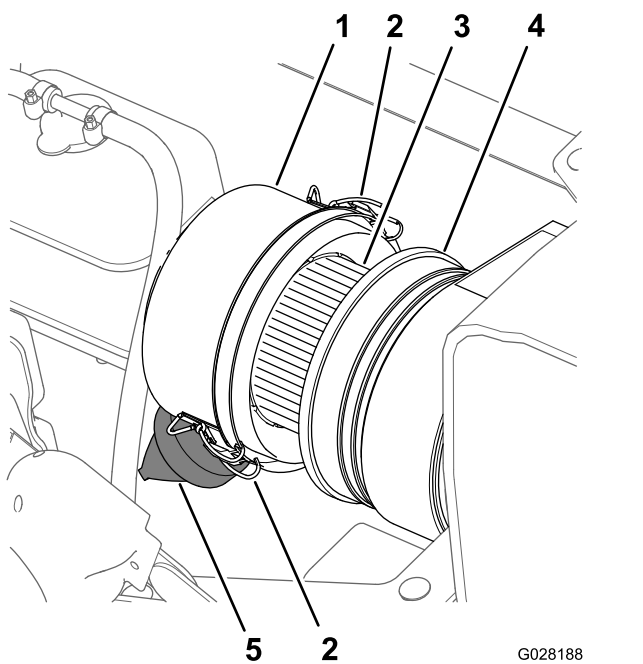
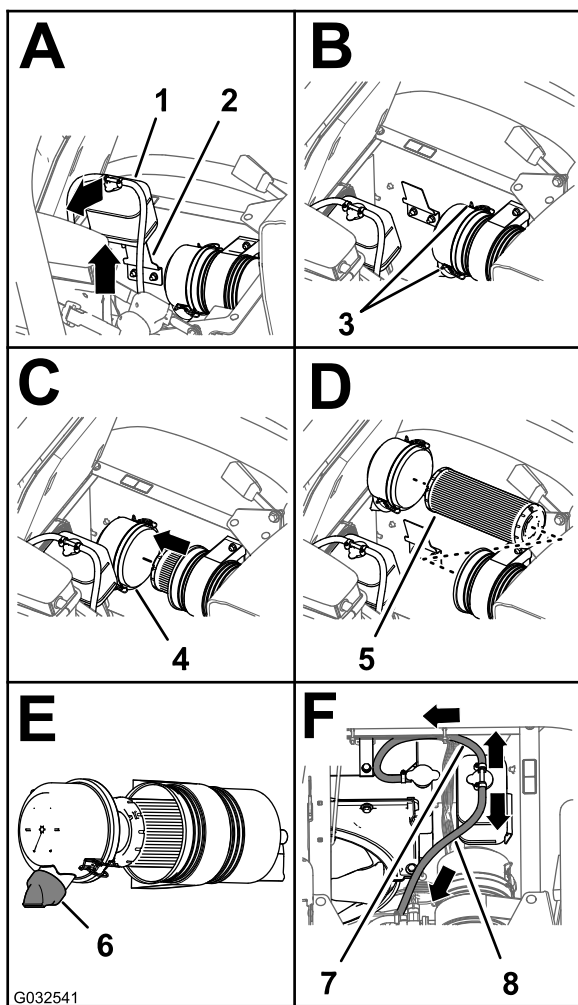

Figure 66
Figure 67
3. Nettoyez le capuchon antipoussière et le boîtier du filtre à air (Figure 66).
4. Recherchez sur le boîtier du filtre à air des dommages susceptibles d'occasionner des fuites d'air (Figure 66).
5. Pressez la valve à poussière pour éliminer les saletés, la poussière et les débris (Figure 66).
7. Vérifiez que l'élément du filtre à air ne présente pas de dépôts excessifs de poussière, saleté ou débris (Figure 66).
8. Reposez le capuchon antipoussière sur le boîtier du filtre à air et fixez-le en place avec les 2 attaches (Figure 66).
2. Nettoyez le capuchon antipoussière et le boîtier du filtre à air (Figure 66).
3. Soulevez le réservoir de trop-plein de liquide de refroidissement pour le déposer de son support (Figure 67).
4. Desserrez les 2 attaches qui fixent le capuchon antipoussière sur le boîtier du filtre à air (Figure 67).
6. Nettoyez l'intérieur du capuchon antipoussière, du boîtier du filtre à air et de la valve à poussière avec un chiffon humide (Figure 66 et Figure 67).
7. Insérez l'élément filtrant neuf dans le boîtier du filtre à air (Figure 67).
8. Reposez le couvercle sur le boîtier du filtre à air et fixez-le en place avec les 2 attaches (Figure 67).
Remarque: Vérifiez que la valve à poussière s'aligne bien entre les positions 5 et 7 heures vu de l'extrémité (Figure 67).
9. Placez le réservoir de trop-plein du liquide de refroidissement en face de son support et fixez solidement le réservoir (Figure 67).
Important: Vérifiez que le flexible de décharge de pression est dirigé vers l'avant et le bas et que le flexible d'évent du réservoir est dirigé vers l'arrière, comme montré à la Figure 67.